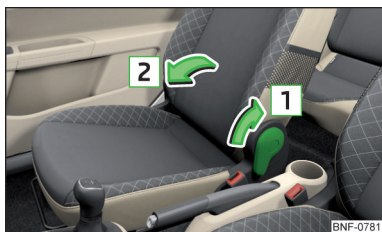

Fig. 53
- ▶ Pentru **rabatarea spre înainte**, trageți maneta în sensul săgeții **1** și rabatați spre înainte spătarul scaunului în sensul săgeții **2** » fig. 53. Elementul de blocare trebuie să se fixeze cu un declic.